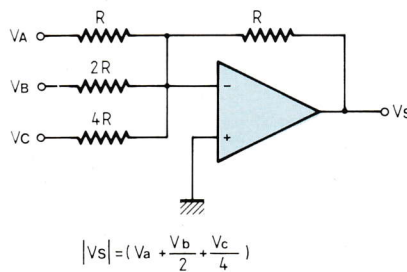
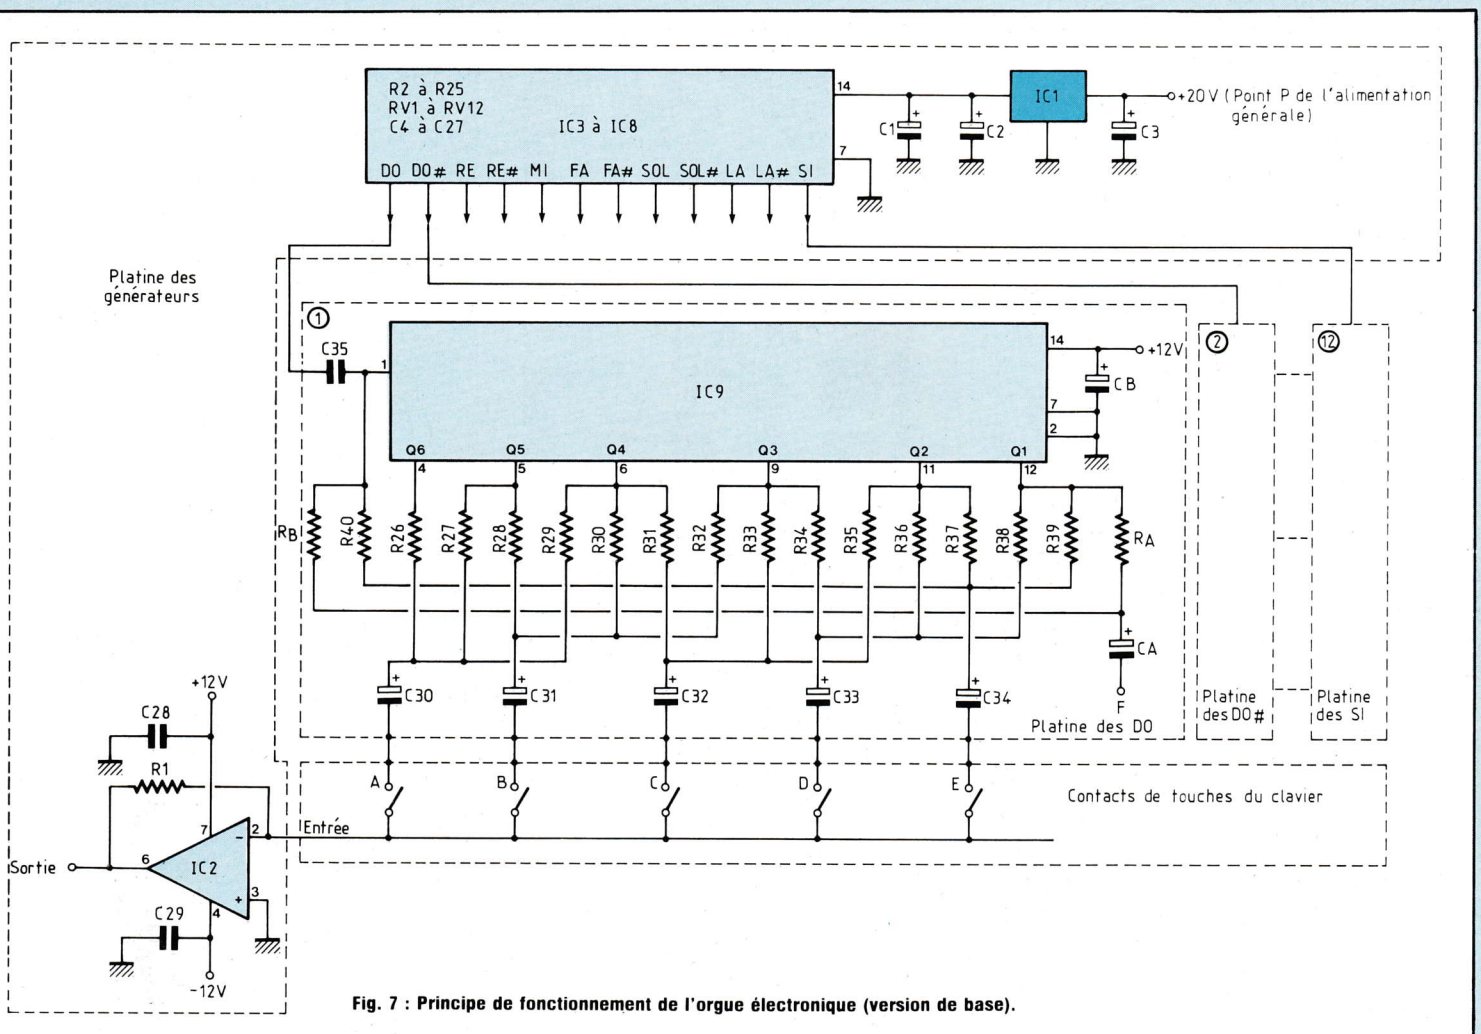
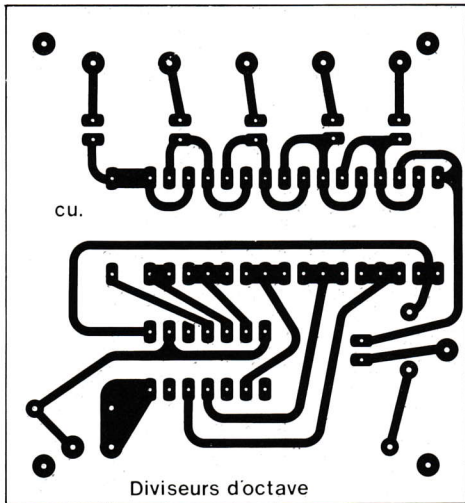

Fig. 6c : Addition de signaux.
Fig. 7 : Principe de fonctionnement de l'orgue électronique (version de base).
Fig. 9a
D'autre part, la dent de scie se rapproche du son naturel de l'orgue, que l'on va « fabriquer » à l'aide du montage de la figure 6c : le signal en marches d'escalier obtenu approche raisonnablement la dent de scie (figure 6d). L'amplificateur opérationnel, monté en additionneur-inverseur, apporte un déphasage de π qui ne nous gêne aucunement ; il effectue en plus le mélange des notes rassemblées sur le bus de sortie (figure 7).
- la platine de diviseurs d'octave et générateurs de rampes, à réaliser en douze exemplaires (figures 9a et 9b). Ces deux groupes de circuits sont délimités par les lignes discontinues de la figure 7. Leur réalisation en époxy simple face ne présente aucune difficulté majeure. Remarquez qu'il existe douze straps sur la carte des générateurs : on veillera à ne pas les oublier.